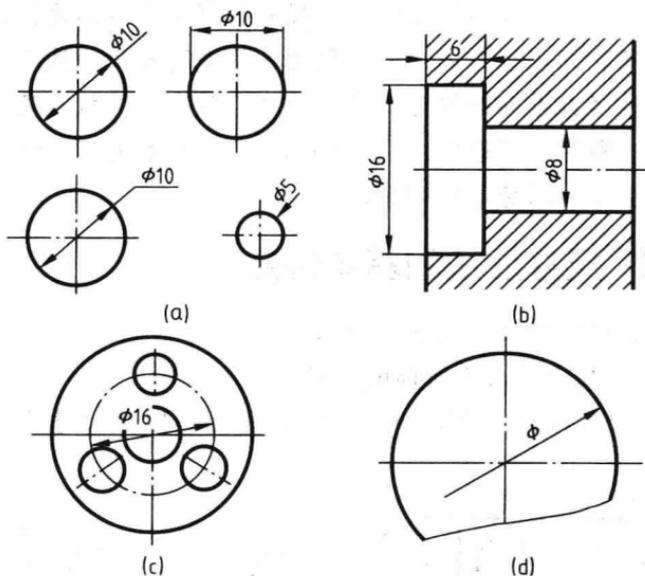

图 1-6 直径尺寸注法
(2) 直径尺寸的注法 (图 1-6)
- ① 直径尺寸数字前加注“ ϕ ”，如图 1-6 (a) 所示。
- ② 直径尺寸一般注在投影非圆的视图上，如图 1-6 (b) 所示。
- ③ 直径尺寸数字应避免注在圆心上，如图 1-6 (c) 所示。
- ④ 大于半圆时应注直径，其直径的尺寸线必须超出圆心，画一个箭头指到圆的轮廓线，如图 1-6 (d) 所示。